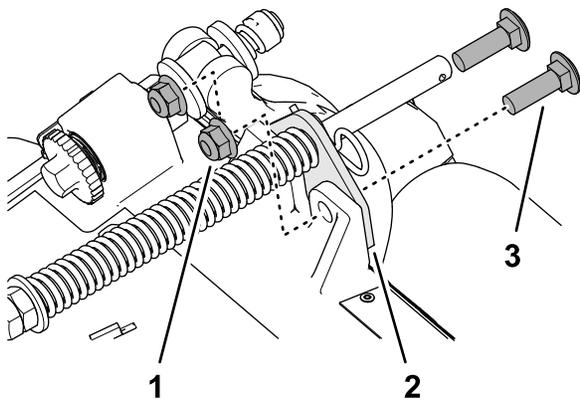

Рисунок 18
2. Удалите 2 фланцевые контргайки ($\frac{3}{8}$ дюйма) и 2 каретных болта ($\frac{3}{8}$ x $1\frac{1}{4}$ дюйма), которые крепят кронштейн компенсатора состояния грунта к раме режущего блока (Рисунок 18).